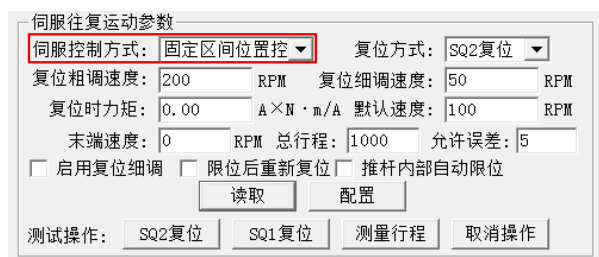

图 4.141 配置伺服控制方式为固定区间位置控制
- 6) 伺服控制方式寄存器（0x00c1）配置为固定区间位置控制（0x01），如图 4.141 所示；若装置为电动推杆内部自动限位（且无限位开关引线），则还须对伺服用法标志寄存器（0x00c8）的第 4 位写 1。